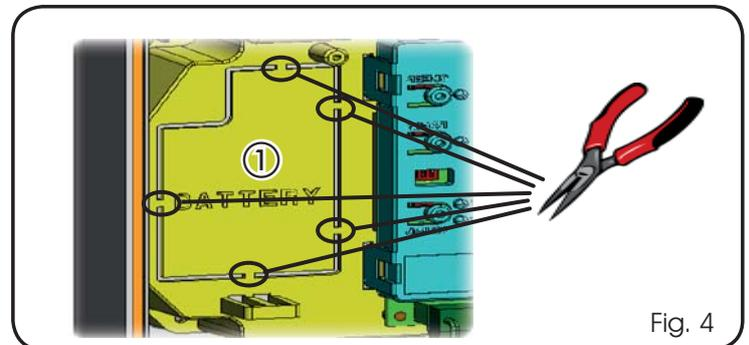

Fig. 4
Dicho soporte (ref.① en Fig.4) se ha preestampado para permitir la apertura del alojamiento de la batería.